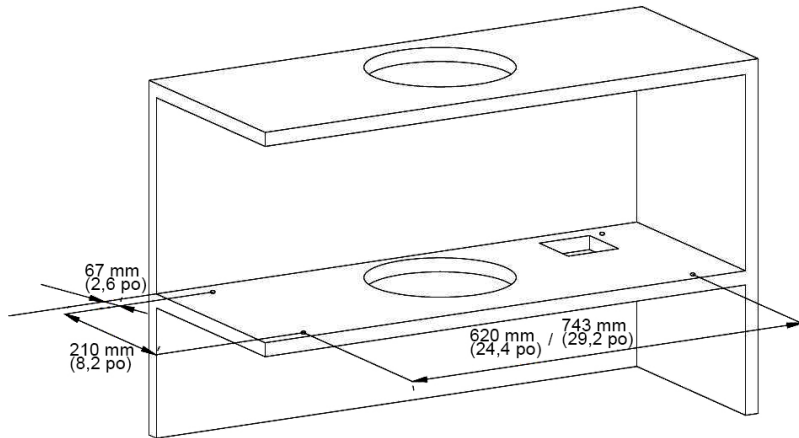

Figure 18
- Marquer la position de montage ou y percer quatre petits trous selon l'espace et les dimensions indiqués dans les schémas ci-dessous (figure 18).
- Les schémas ci-dessous illustrent les dimensions de montage du conduit de 750 mm (30 po) et 900 mm (36 po) (figure 18).